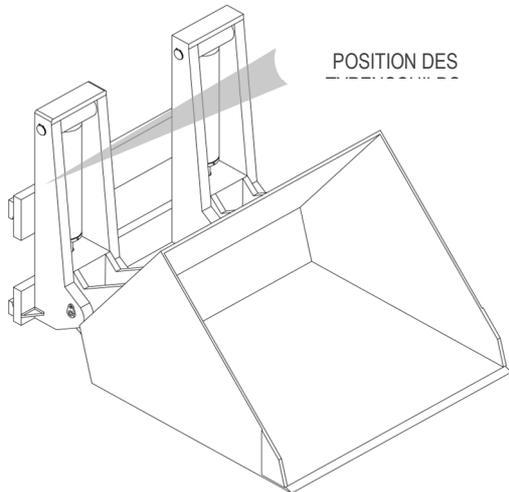
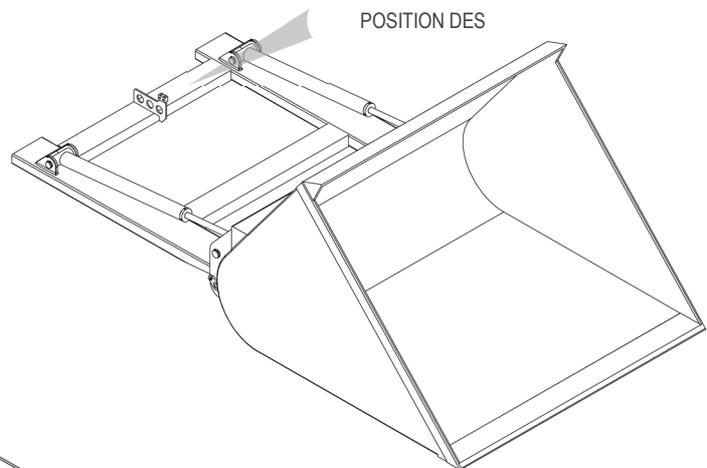
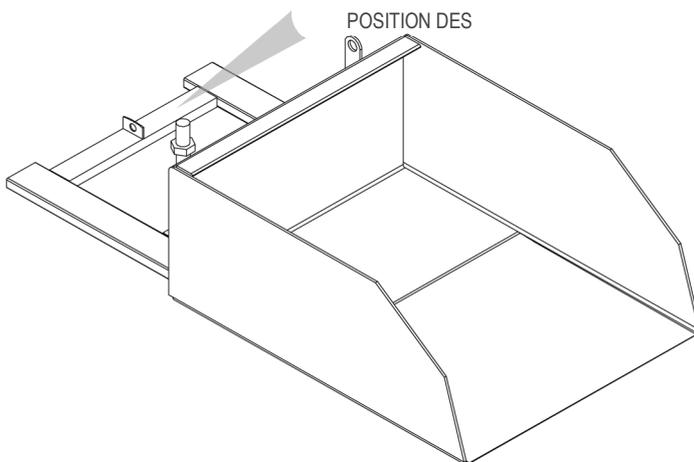

Abbildung 1
Abbildung 2
Abbildung 3
Alle Geräte A.T.I.B. – „HYDRAULIKSCHAUFEL TYP 965 | GABEL-HYDRAULIKSCHAUFEL TYP 971 | MECHANISCHE GABELSCHAUFEL TYP 968“ werden durch ein Klebeschild (siehe *Tabelle 1*) am Gerät gekennzeichnet (siehe *Abbildung 1*, *Abbildung 2* und *Abbildung 3*). Je nach Gerät kann das Typenschild an einer anderen Stelle aufgeklebt sein. Achten Sie immer auf die Seriennummer.
5. Verwenden Sie für die Handhabung Riemen oder Ketten, die entsprechend dem auf dem Typenschild angegebenen Gewicht des Geräts bemessen sind (siehe *Abbildung 1* und *Tabelle 1* auf Seite 7).
9. Schließen Sie den Hydraulikkreislauf an und stellen Sie sicher, dass der Betriebsdruck der Rohrleitungen höher oder gleich dem auf dem Typenschild angegebenen ist (siehe *Abbildung 1* und *Tabelle 1* auf Seite 7).
8. Schließen Sie den Hydraulikkreislauf an und stellen Sie sicher, dass der Betriebsdruck der Rohrleitungen höher oder gleich dem auf dem Typenschild angegebenen ist (siehe *Abbildung 2* und *Tabelle 1* auf Seite 7).
9. Schließen Sie den Hydraulikkreislauf an und stellen Sie sicher, dass der Betriebsdruck der Rohrleitungen höher oder gleich dem auf dem Typenschild angegebenen ist (siehe *Abbildung 3* und *Tabelle 1* auf Seite 7).